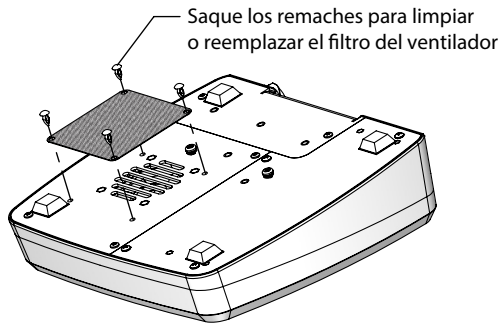

Figura 11: Extracción del filtro del ventilador
1. El filtro del ventilador está ubicado en la parte inferior del controlador SD. Saque los remaches que sostienen el filtro en su sitio y apriete el cuerpo para extraerlo, como se indica en la Figura 11.